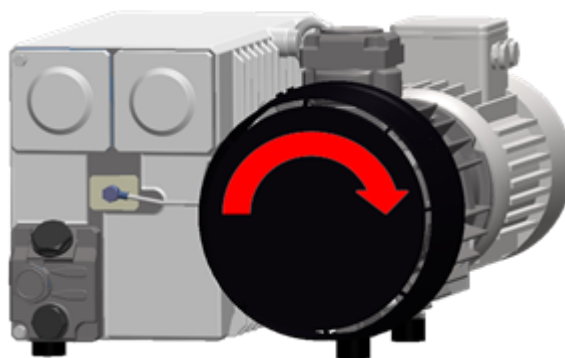

Abbildung 3: Rotationsrichtung der Vakuumpumpe
4. Prüfen Sie die korrekte Rotationsrichtung der Pumpe des Dreiphasenmodells. Vgl. *Abbildung 3: Rotationsrichtung der Vakuumpumpe auf Seite 25*.